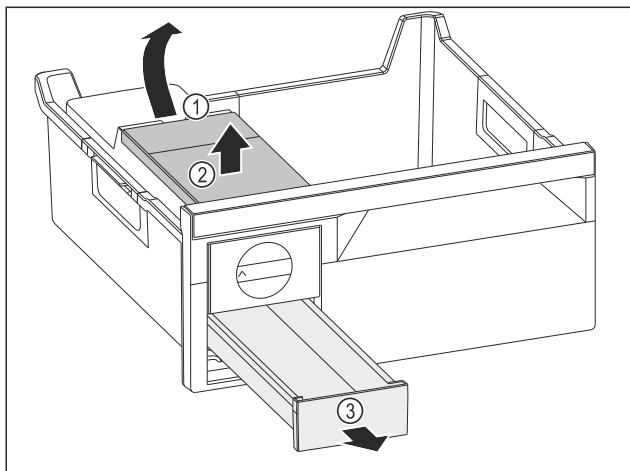

Fig. 75
- ▶ Vyjmutí nádržky na vodu: Zvedněte nádržku na vodu za vybrání Fig. 75 (1).
- ▶ Nádržku na vodu Fig. 75 (2) vyjměte nahoru.
- ▶ Zásuvku na kostky ledu Fig. 75 (3) vyjměte dopředu.